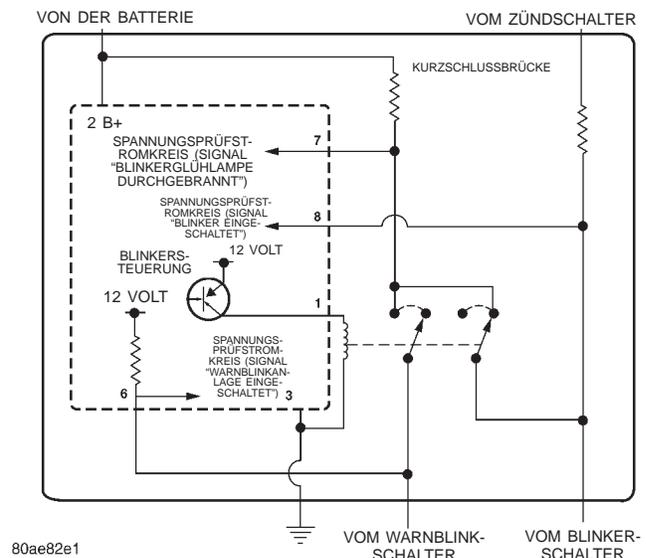

Abb. 2 Kombi-Blinkgeber—Typisch
Der integrierte Schaltkreis (IC) des Kombi-Blinkgebers (Abb. 2) enthält die Logik für Blinkfunktionen und Blinkfrequenz. An Kontaktstift 6 des IC wird eine Prüfspannung (Signal “Warnblinkanlage eingeschaltet”) vom Warnblinkschalter im Kombischalter angelegt. Wird die Warnblinkanlage mit dem Warnblinkschalter eingeschaltet, so sinkt die Höhe der Prüfspannung, da der Stromkreis über die Blinkerglühlampen an Masse gelegt ist. Aufgrund dieses Spannungsabfalls erkennt der IC, daß der PNP-Transistor zur Steuerung der Blinker mit der vorgegebenen Blinkfrequenz aktiviert werden muß. Jedes Mal, wenn dieser PNP-Transistor aktiviert wird, steigt die Höhe der Prüfspannung an Kontaktstift 6, wodurch der PNP-Transistor über den IC den Stromkreis unterbricht. Dieser Vorgang wird so lange wiederholt, bis die Warnblinkanlage mit dem Warnblinkschalter ausgeschaltet wird.